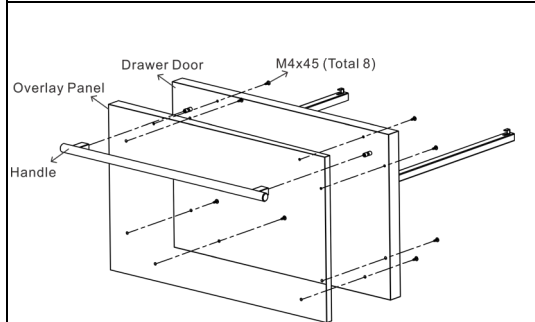

Fig.3
Étape 2: Pour assembler le diviseur mobile, les pièces qui doivent être préparées sont le tuyau du tiroir supérieur 2 pièces, 2 tubes en forme de U et 2 rotateurs, veuillez suivre la figure 3 ci-dessous.
- Fixez la poignée et le panneau de revêtement ensemble à la face du tiroir à l'aide de 2 vis M4x45 et à travers les 2 trous existants sur la face de la porte. Fixez ensuite le panneau de revêtement à la face du tiroir à l'aide de 8 vis M4x45 et à travers 8 trous existants à l'intérieur de la rainure de la porte. (Fig. 3)